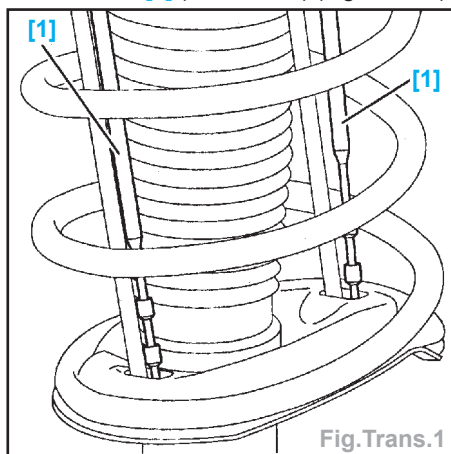

Fig.Trans.1
- Mettre en place les tiges de maintien des ressort [1] (réf. **0918-Z**) (Fig.Trans.1).
- Déposer les tiges de maintien des ressorts [1] (Fig.Trans.1).